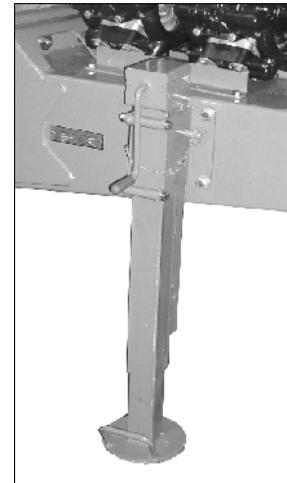

Fig. 40
- Stützfuß abgesenkt (Fig. 40) bei abgekuppelter Maschine.